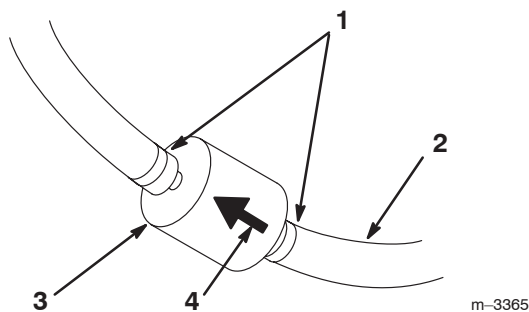

Figure 45
5. Pincez les extrémités des colliers et faites glisser ceux-ci pour les éloigner du filtre (Fig. 45).